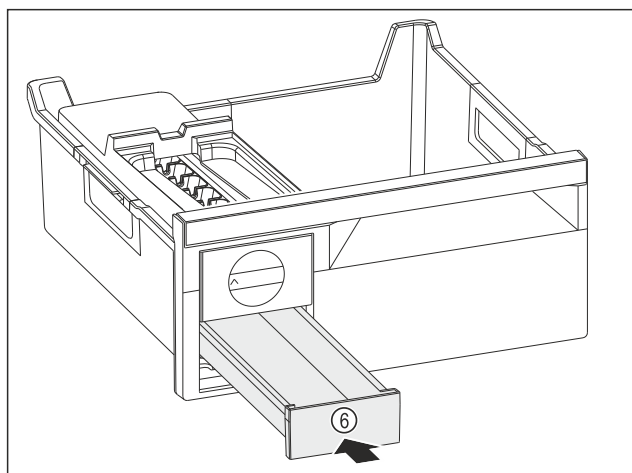

Fig. 83
- Wsunąć szufladę na kostki lodu Fig. 83 (6).